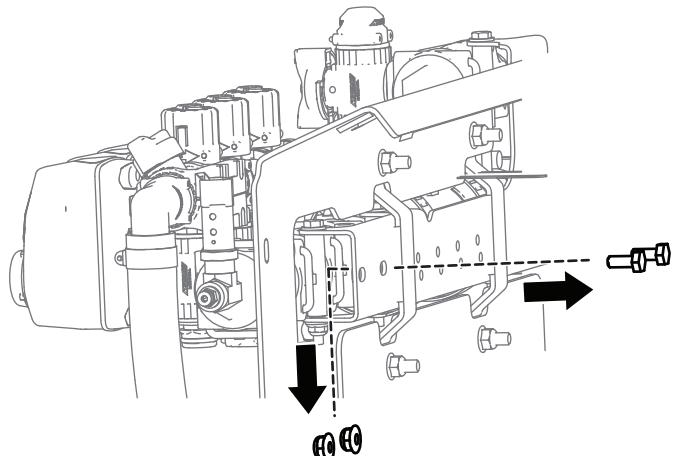

Figura 26
2. Retire las fijaciones existentes como se muestra en la Figura 26.